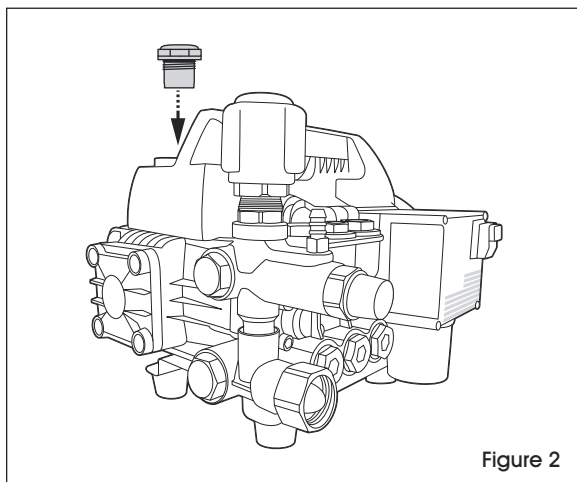

Figure 2
2. Replace with yellow vented oil cap found in accessory bag. (See Figure 2)
2. Remplacez-le avec le bouchon d'huile ventilé jaune qui se trouve dans le sac d'accessoires. (Voir Figure 2)